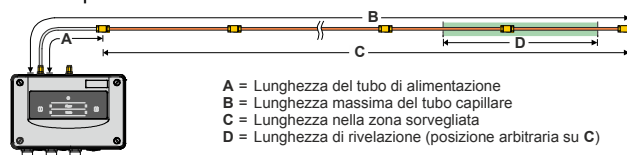

Fig. 3 Definizione lunghezze tubo capillare
| Lunghezza del tubo capillare per ogni canale di analisi ① (Fig. 3 "B") | | |
| Posizione commutatore: C > A1 a T3 ① / ② / ③ Norma / direttiva | Posizione commutatore (aggiuntiva), W04 a W09 non conforme alla norma EN 54-22 ④ | Uso ⑤ | Allarme Diff | | | Allarme Max Soglia allarme Diff ⑥ (mbar) | Rit. all. (s) | Lunghezza alim. (da ADW a zona sorv.) ⑦ (Fig. 3 "A") | Lungh. max. tubo capillare (da ADW a fine tubo) ⑧ / ⑨ (Fig. 3 "B") |
| • Tubo di alimentazione "A" (ved. anche Fig. 3) | 5 m | 0 – 20 m | 1 m | X01 – X03 |
| • ① Zona sorvegliata "C" (ved. anche Fig. 3) | 110 m | 10 (> "A") – 200 m | 1 m | X01 – X03 |